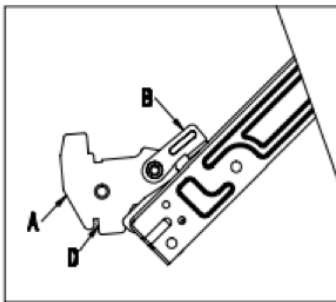

Fig.11-1
- Abra completamente la puerta y levante las 2 palancas “B” (fig.11-1);